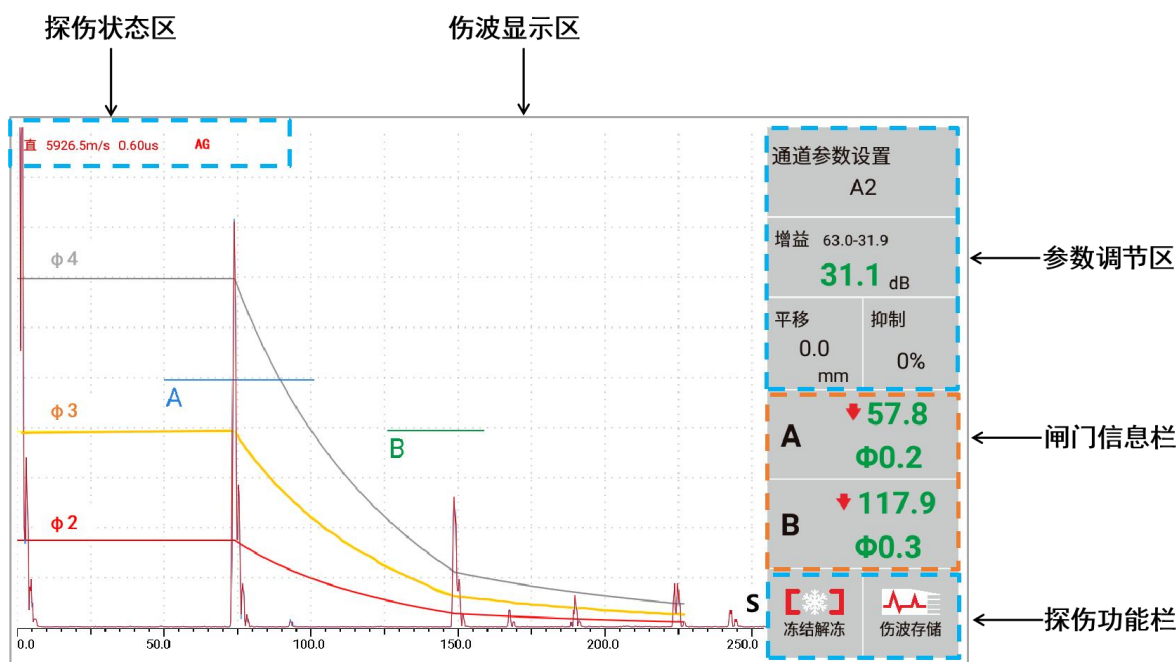
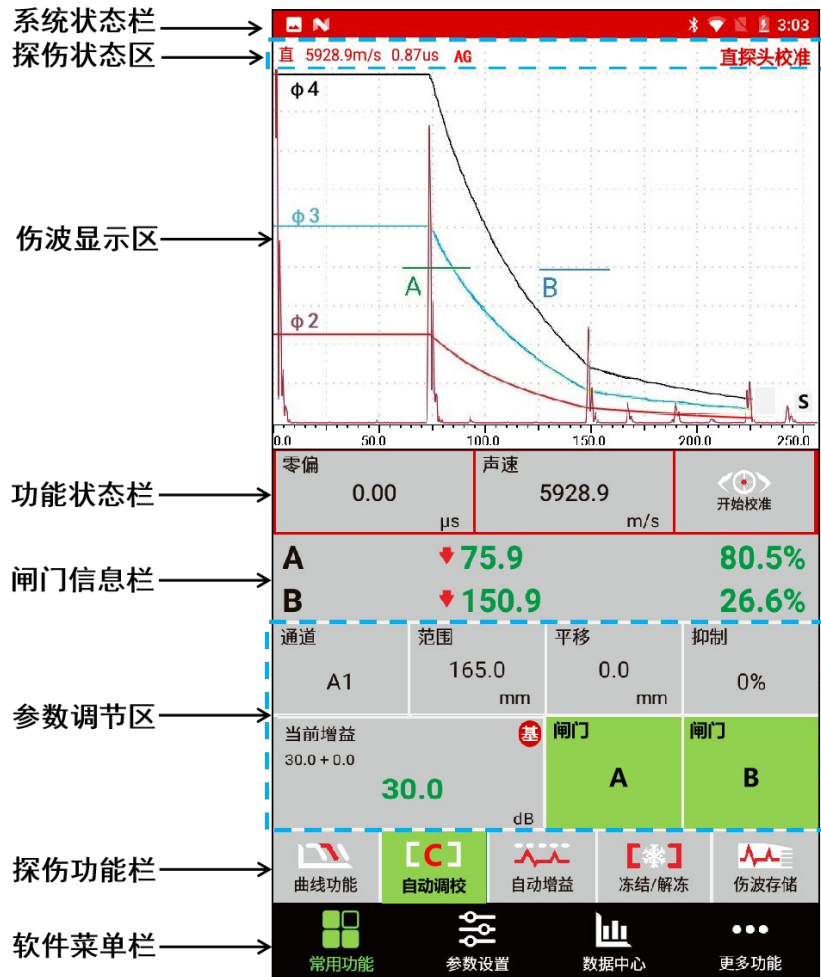

图 2.2 横屏模式显示界面
图 2.3 竖屏模式显示界面
本仪器提供了两种显示模式的探伤界面，即横屏模式和竖屏模式。横屏模式则伤波显示区较大，波形显示更清晰，参数调节较麻烦，如图 2.2 所示；竖屏模式显示内容全面，参数调节便捷，伤波显示区范围较小，如图 2.3 所示。
3) 点击探伤功能栏中的【曲线功能】或【自动调校】,仪器会弹出对应的功能状态栏(图 2.2 所示),根据提示继续操作功能状态栏;点击【自动增益】或【冻结/解冻】,仪器会在探伤状态区弹出对应的状态标识。
在探伤软件【KODIN 6A-UT】中，本仪器的实体按键暂时只适配了竖屏模式中的常用功能界面，用于调节图 2.2 所示的参数调节区内的重要参数。